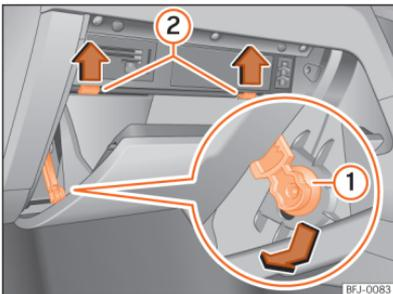

Abb. 230 Rechtslenker: Abdeckung des Sicherungskastens an der Instrumententafel, Beifahrerseite.
- Halteelement »» (Abb. 230) ① in der Öffnung des Halters nach unten verschieben und zur Seite herausnehmen.
- Anschlagzapfen »» (Abb. 230) ② in Pfeilrichtung nach oben drücken und gleichzeitig das Handschuhfach weiter öffnen.
- Zum Einbauen, Handschuhfach in die geeignete Position bringen. Führen Sie das Halteelement in die Öffnung des Halters ein und verschieben Sie es nach oben bis es hörbar einrastet. Drücken Sie das Handschuhfach vorsichtig über den Widerstand der Anschlagzapfen »» (Abb. 230) ② hinweg nach vorn.